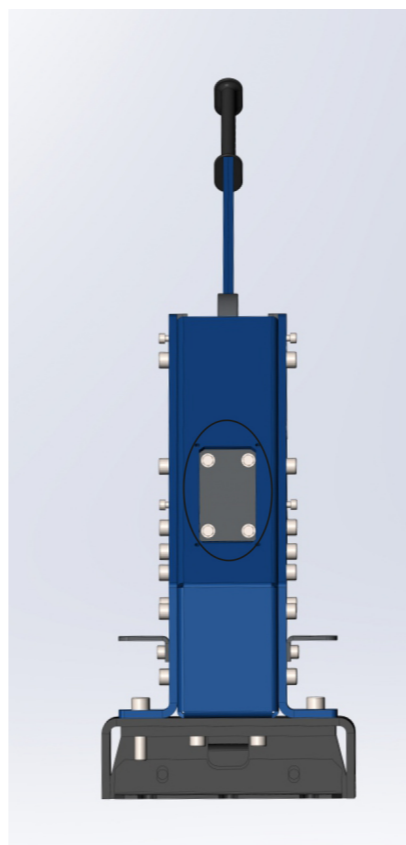
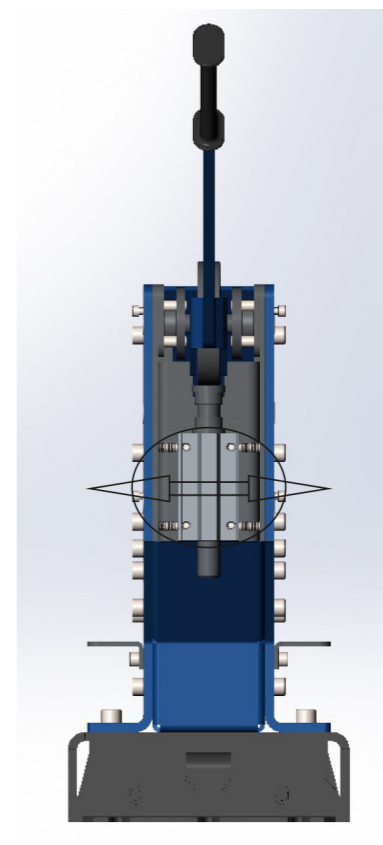

Рис. 2
Рис. 3
3. Ослабить болты рис.2 и регулировочными винтами рис.3 отрегулировать пуансон в поперечной плоскости.